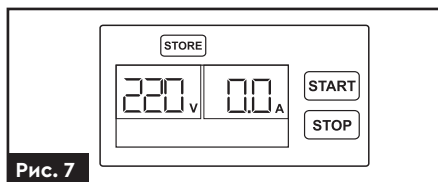

Рис. 7
4. Після закінчення відліку, насос перестане працювати, і параметри роботи насоса будуть збережені. На екрані з'явиться зображення, зазначене на рис. 7.